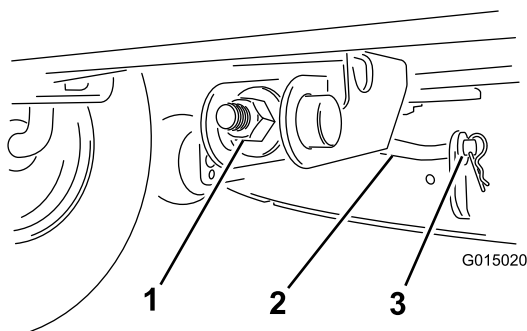

Figure 33
6. Retirez la goupille fendue et la rondelle de la tige de support avant (Figure 33) et abaissez l'avant du plateau de coupe au sol avec précaution.
- Fixez la tige de support avant au plateau de coupe à l'aide de la rondelle et de la goupille fendue (Figure 33).